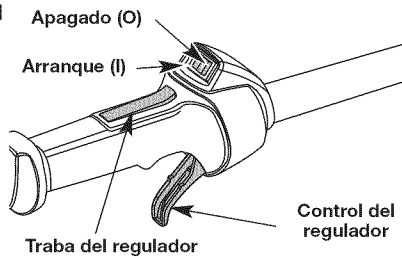

Fig. 10
NOTA: No hay necesidad de encender la unidad. El Control de Parada Arranque y Apagado está en la posición Arranque (I), en todo momento (Fig. 10).
2. Oprima y mantenga oprimido el control de encendido y apagado en la posición de **APAGADO (O)** hasta que el motor se detenga por completo (Fig. 10).